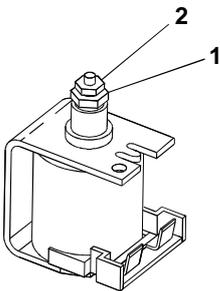

Bild 2
**Einstellung der minimalen Leistung, sofern nicht über das Einstell-Potentiometer CH-POWER (P3) möglich** (siehe hierzu Bild 2 und 3):
- den minimalen Düsendruck nach Tabelle einstellen; dies geschieht mit einem 9 mm-Gabelschlüssel an der Mutter (1, Bild 2).
**Einstellung der maximalen Leistung, sofern nicht über das Einstell-Potentiometer CH-POWER (P3) möglich** (siehe hierzu Bild 2 und 3)
- den maximalen Düsendruck nach Tabelle einstellen; dies geschieht mit einem 7 mm-Gabelschlüssel an der Mutter (2, Bild 2), dabei muß die darunter befindliche Mutter (1) in ihrer Einstellung festgehalten werden